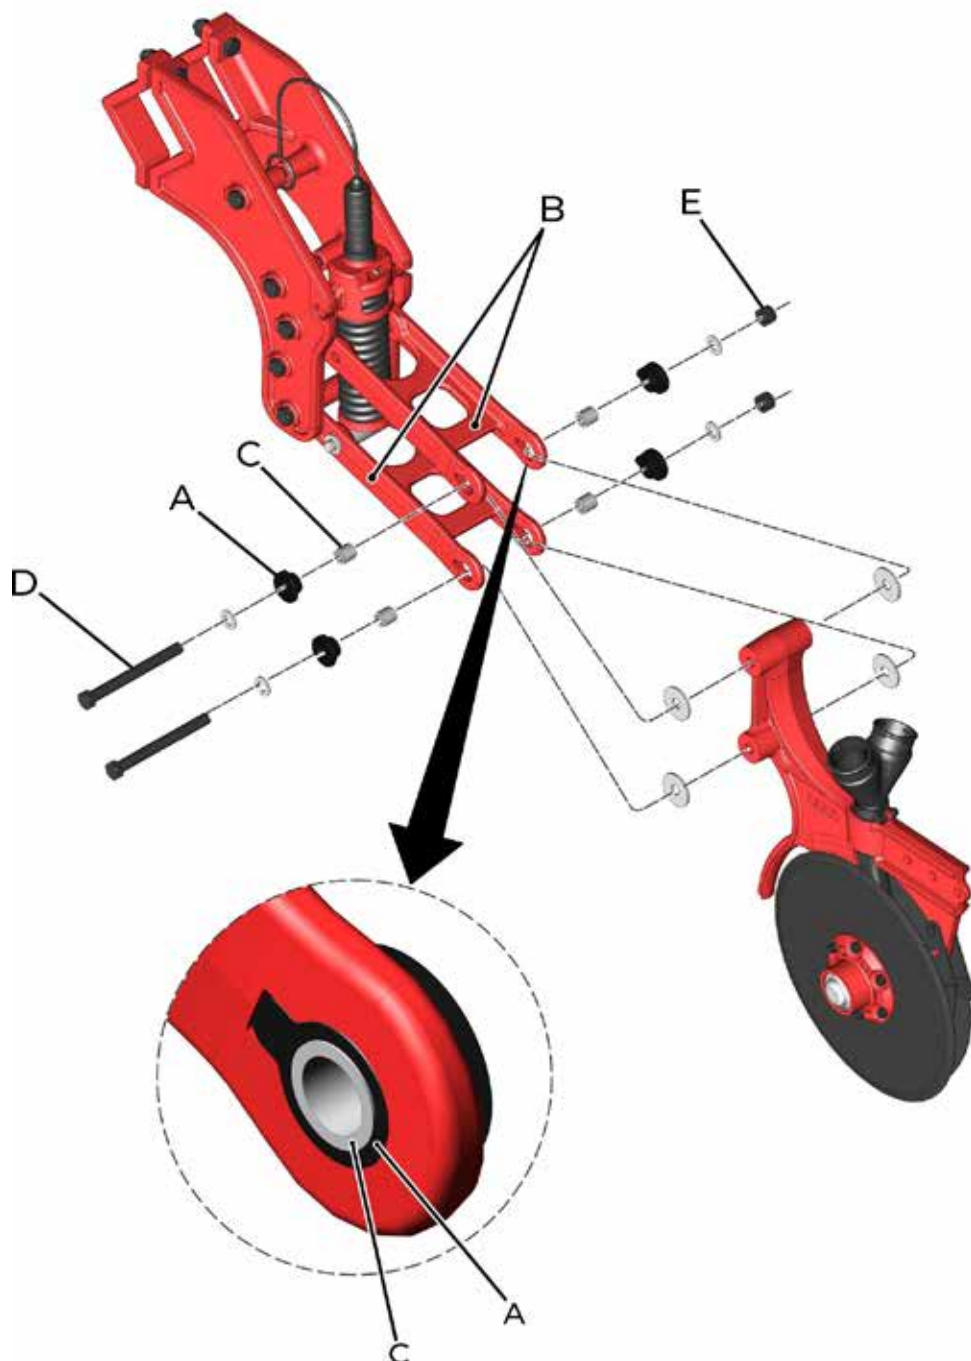

fig. 50
As buchas externas (A) (fig. 50), trabalham afixadas em conjunto com o braço pantográfico (B), e as buchas internas (C) permanecem fixas pelos parafusos (D). Assim, o sistema trabalha em torno das buchas, não havendo o desgaste de outros componentes.